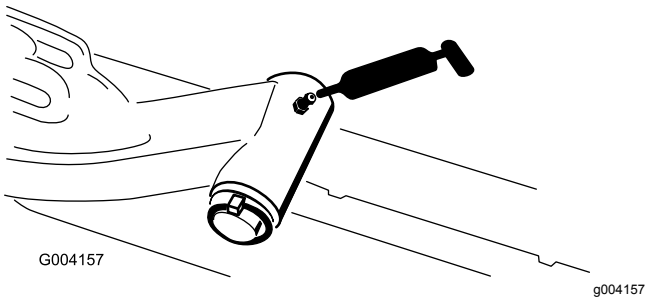

Bild 64
- Hubarmgelenkwelle (1 Stück) (**Bild 64**)